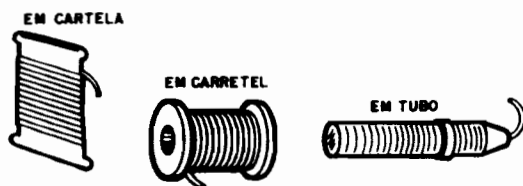

Fig.11
- **FIG. 11** - Embalagens ou apresen-
tações costumeiras do "fio de solda". Tão importante quanto usar o ferro correto, e adotar os procedimentos aqui enumerados, é trabalhar com uma solda específica para Eletrônica. O pequeno tamanho dos componentes e terminais, o baixo calibre dos fios, a necessidade de ligações rápidas, sem o desenvolvimento de muito calor, obriga-nos ao uso de solda **fina**, de baixo ponto de fusão (quer dizer, uma liga que se derrete, funde, sob temperaturas não **muito** elevadas...). Conforme ilustra a fig. 11, no varejo de eletrônica o Leitor/Aluno encontrará facilmente a solda específica em CARTELAS (normalmente com 1 metro de solda), em CARRETEL (com 1/2 quilo ou 1 quilo) ou em TUBOS ("provedores"), sendo esse último sistema de uso bastante prático, pois a própria embalagem serve como "segurador" e "muniçador" de solda durante a operação de soldagem (os tubos, normalmente, contêm 4 ou 5 metros de solda).